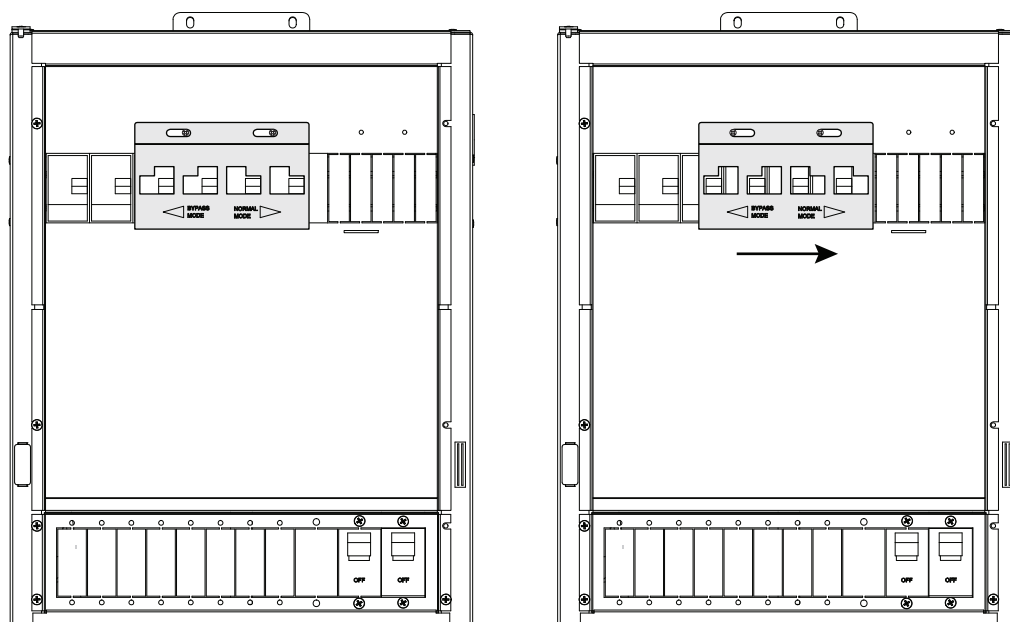

Figura 3-26 Instalação da placa de trava de desvio personalizada
6. Instale a placa de trava de desvio personalizada, conforme mostrada na Figura 3-26 na página 3-48.
2. Verifique se os disjuntores estão na posição para baixo e coloque a placa de desvio de bloqueio ao longo dos disjuntores, conforme mostrado na Figura 3-26, e fixe-a no lugar com o elemento de fixação fornecido.
3. Para instalá-lo na posição Normal, deslize a placa de desvio para a direita, conforme mostrado na Figura 3-26.
10. Instale a placa de trava de desvio personalizada, conforme mostrada na Figura 3-26 na página 3-48.